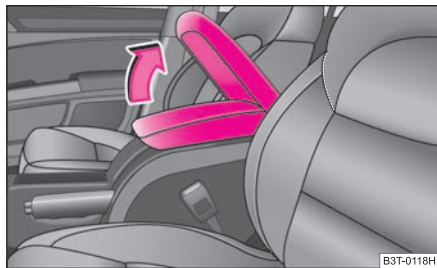

Fig. 99 Apoyabrazos: guardaobjetos
- Abra la tapa del apoyabrazos en el sentido de la flecha ⇒ fig. 99.